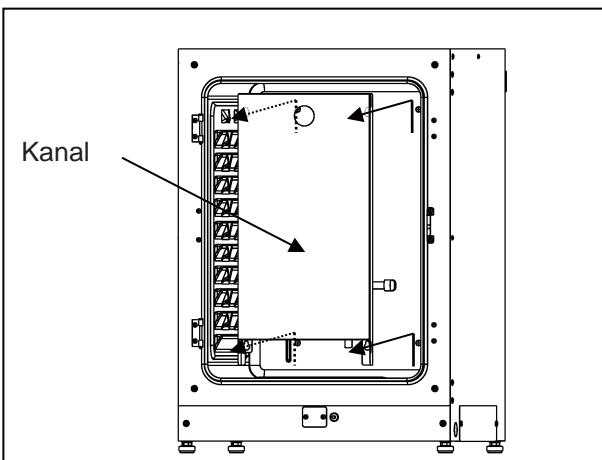

Abb. 5
Hinweis: An der Rückseite des Inkubators sind zwei Haken vorgesehen. Wenn Sie Inkubatoren aufeinanderstellen, müssen Sie den oberen Inkubator mithilfe dieser Haken und eines Stahlseils oder einer Kette an der Wand fixieren (Abb. 5).
6. Lösen Sie die Schrauben an der Rückseite und heben Sie den Kanal heraus (Abb. 5).